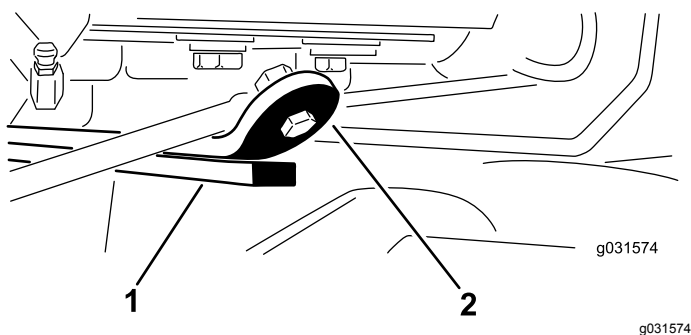

図 15
3. エンジンを始動し、昇降アームを上昇させて、後カッティングユニット上部にあるウェアのウェアストラップとバンパーストラップとの間のすき間が、0.51-2.54 mmになっていることを確認する 図 15。